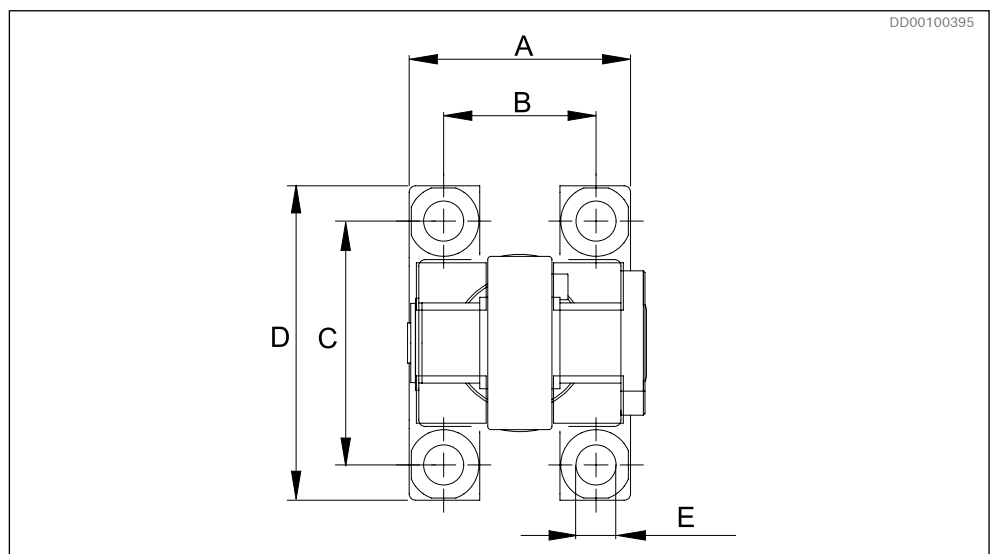

Fig. 29: Hullmønster leddtilkopling og hydraulikksylinder til DTCB
- 2 Hullmønster og mål for fastgjøring i jord se Fig. 29 og Tabell 11.